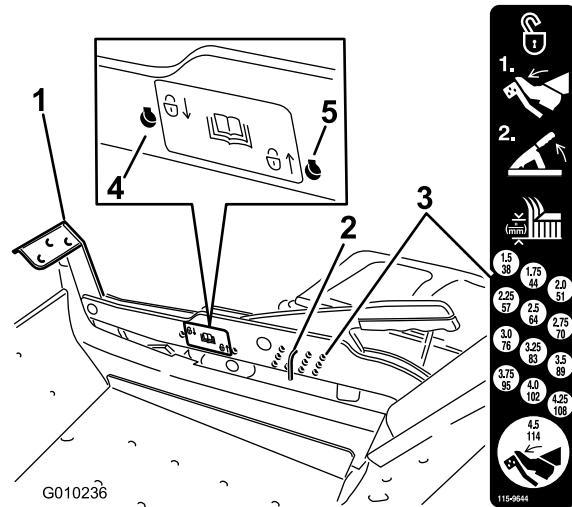

Figura 27
1. Empurre o pedal de elevação da plataforma com o pé e eleve a plataforma de corte para a posição de transporte (também na posição de altura de corte de 114 mm) (Figura 27).
2. Para ajustar, remova o pino do suporte da altura de corte (Figura 27).
3. Selecione um orifício no sistema da altura de corte que corresponda à altura de corte desejada e insira o pino (Figura 27).
2. Remova o pino do suporte da altura de corte (Figura 27).
3. Selecione o furo mais em baixo no autocolante de bloqueio e insira o pino (Figura 27).
4. Selecione o furo mais acima no autocolante de bloqueio e insira o pino (Figura 27).